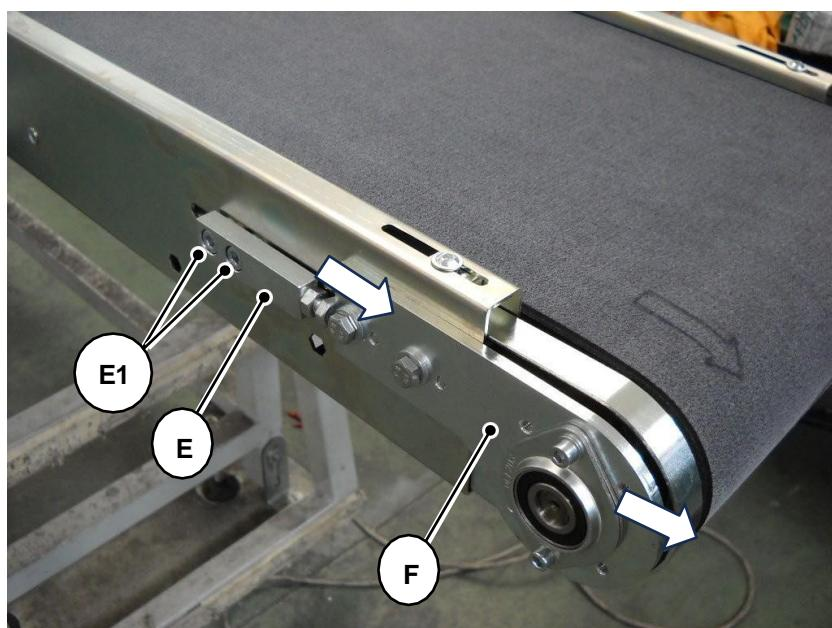

Fig. 09-23
- Inserir a correia nova (ou a antiga depois de ter sido limpa), verificando se o espaço entre as duas extremidades é aproximadamente igual (**N.B.** A correia tem uma seta que indica o sentido de rotação - ver **Fig. 09-23**).
- Para esticar a correia, as 4 placas de suporte da correia "F" devem ser deslocadas para fora, depois os 4 reguladores "E" devem ser levados até às placas relevantes rodando os 2 parafusos de fixação "E1" (**Fig. 09-23**).